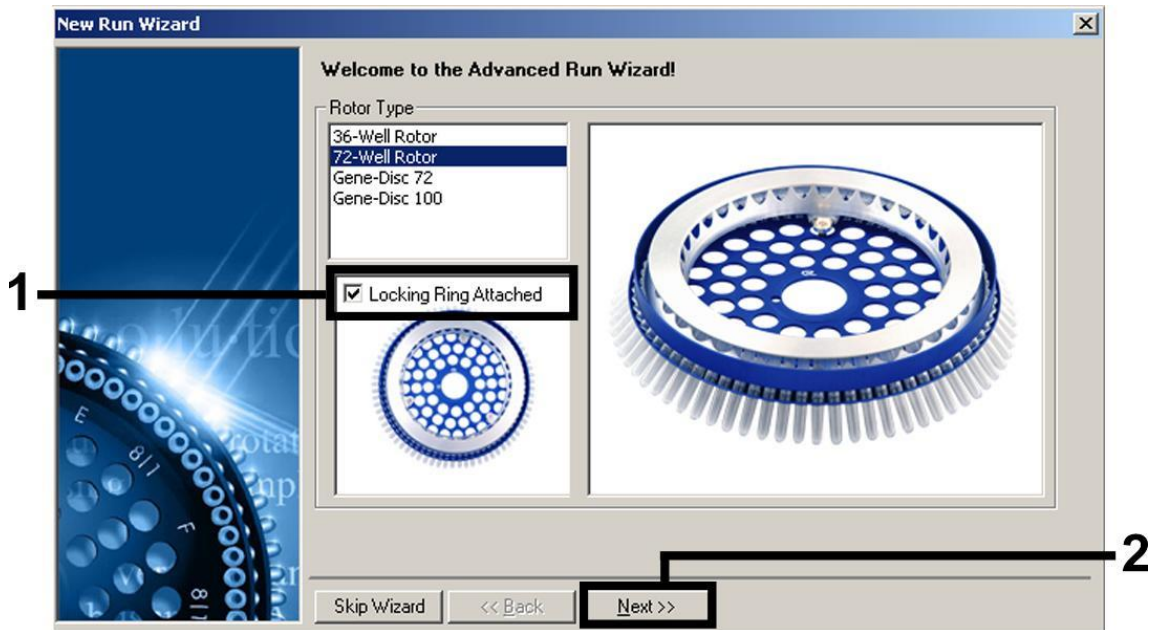

Figura 4. Cuadro de diálogo "New Run Wizard".
6. En primer lugar, abra el cuadro de diálogo "New Run Wizard" (Asistente para nueva serie) (figura 4). Marque la casilla "Locking Ring Attached" (Anillo de bloqueo acoplado) y haga clic en "Next" (Siguiete).